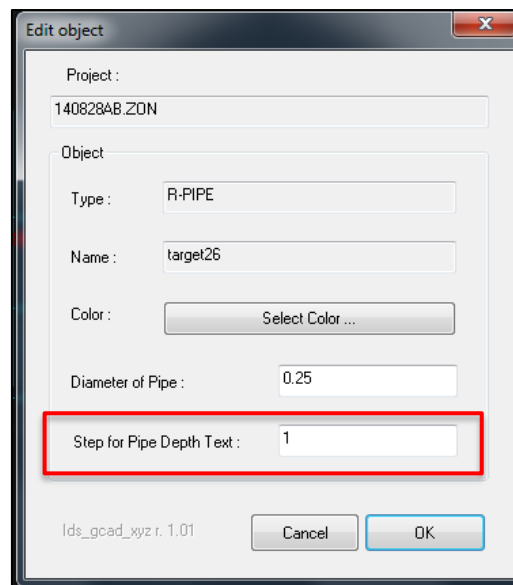

Fig. 6.11 - 情報コマンド・ウィンド
11. **Object Information**  は、AutoCad カーソルを白い正方形に変形させる; 望む項目をクリックすることができ、Fig. 6.8 のウィンドが現れる。このウィンドは「プロジェクトとゾーン」に関する、そして選択対象物についての情報に関する一般的情報を全て、例えばプロット R-PIPE のタイプと名称 PIPE-01 を表示する (Fig. 6.11 を参照)。
- **Step for Pipe Depth Text:** 各パイプに関連したフィールドの距離間隔を選択する(Fig. 6.11 の赤い長方形)。この方法で、基準表面(XY平面)に関してターゲットを見つけられる深さをわずかに読むことができる。